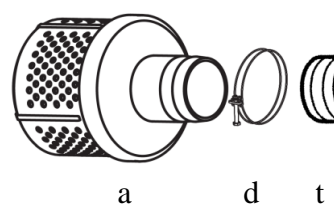

Fig. 6
- La Fig. 6 illustra l'ordine in cui posizionare le parti per collegare correttamente il tubo di aspirazione al filtro.